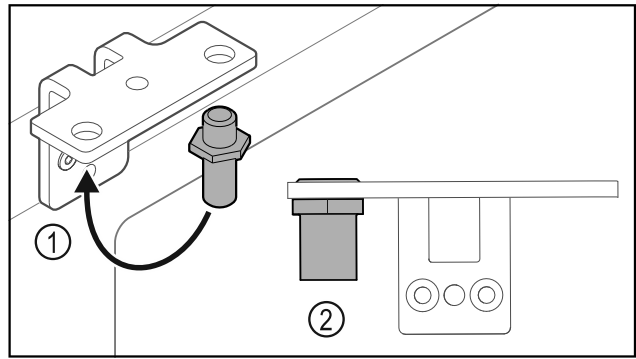

Fig. 29
- ▶ Перемістити палець Fig. 29 (1) у шарнірному кутику.
- ▶ Затягнути палець Fig. 29 (2) з **обертальним моментом 12 Нм**.